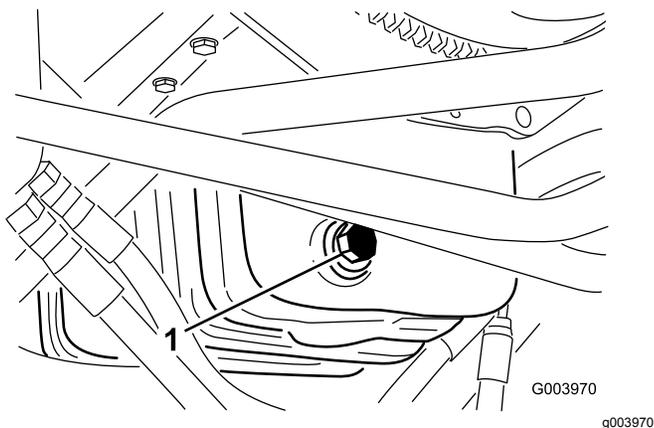

Рисунок 50
1. Снимите сливную пробку (Рисунок 50) и дайте маслу стечь в сливной поддон.